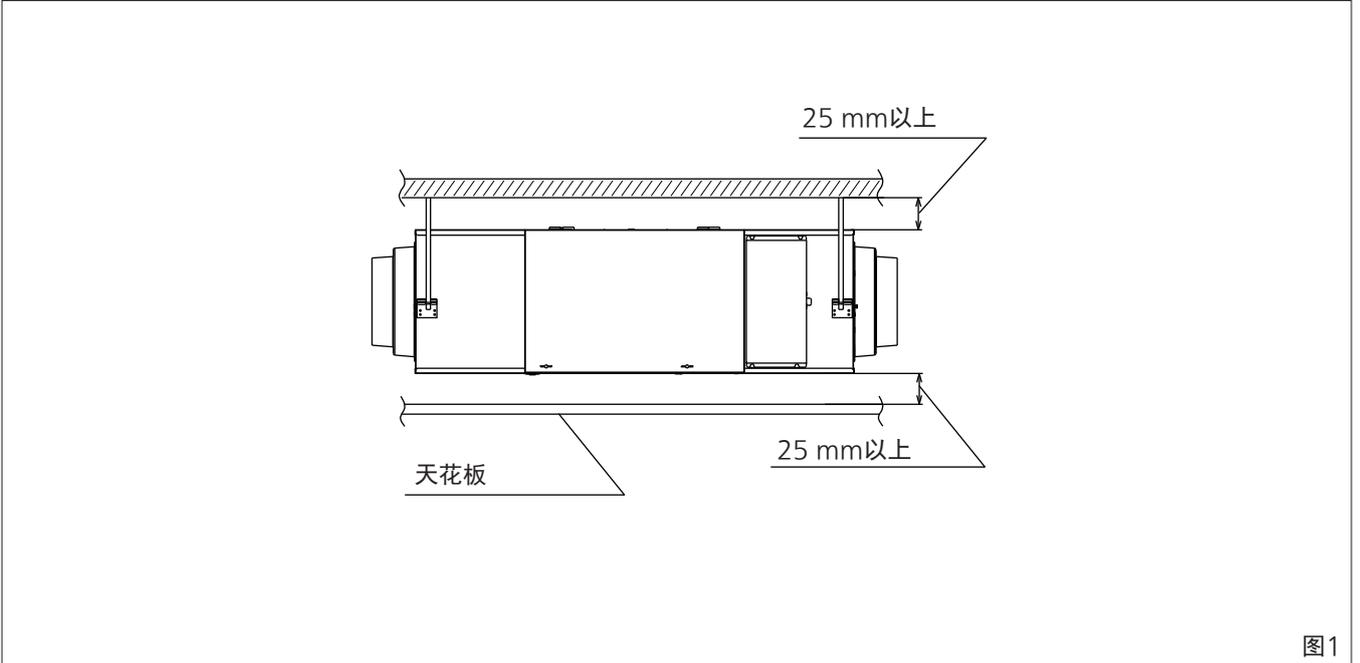

图1
①请确保安全距离（图1）
- (1) 全热交换器下面与天花板之间的距离应确保在25 mm以上。
- (2) 全热交换器上面与吊杆安装面之间的距离应确保在25 mm以上。